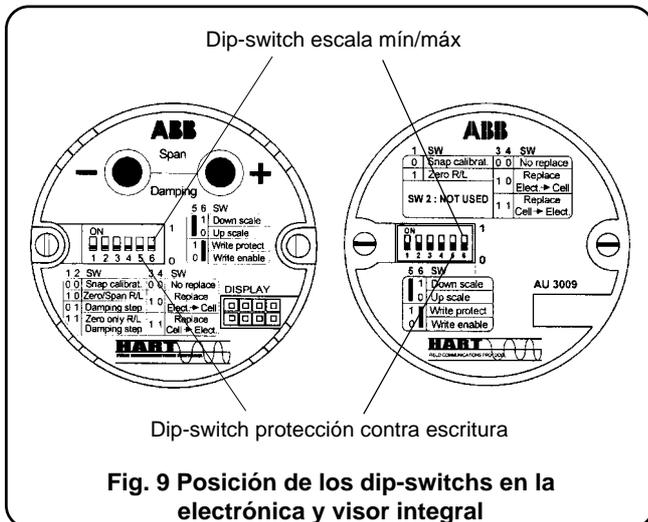

Fig. 9 Posición de los dip-switchs en la electrónica y visor integral
- iv) el dip-switch U/D (Fondo/Inicio de escala) esté ubicado para la función requerida; ON para Inicio de escala, OFF para fondo de escala (Fig. 9).
Nota - Con el fin de prevenir intervenciones no autorizadas, se aconseja colocar el dip-switch de protección/escritura en ON (protección) (ver la Fig. 9).